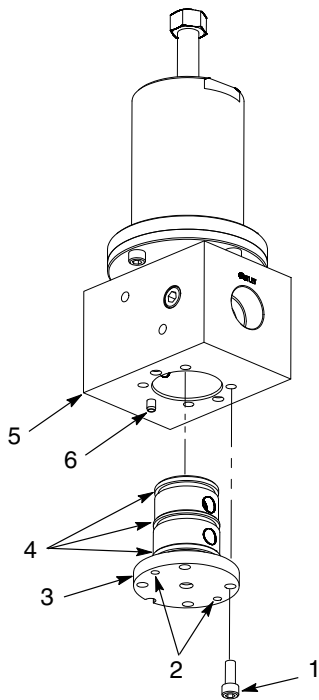

Figura 3 Sustitución del cartucho de empaque típico
1. Ver la figura 3. Extraer los tornillos (1) que fijan el cartucho de empaque (3) al cuerpo (5).
2. Instalar dos tornillos (1) en los orificios de elevación (2). Apretar los tornillos para extraer el cartucho de empaque del regulador del cuerpo (5).
3. Limpiar el interior del cuerpo (5) con un disolvente compatible o un paño.
4. Lubricar las juntas tóricas (4) en el cartucho nuevo de empaque del regulador (3) con lubricante para juntas tóricas.
5. Asegurarse de que la ranura en la base del cartucho de empaquetadura del regulador (3) esté alineada con la espiga (6) en el cuerpo (5). Fijar el cartucho de empaque del regulador (3) en el cuerpo utilizando los tornillos (1). Apretar los tornillos a 90 pulg.-lb (10 N•m).